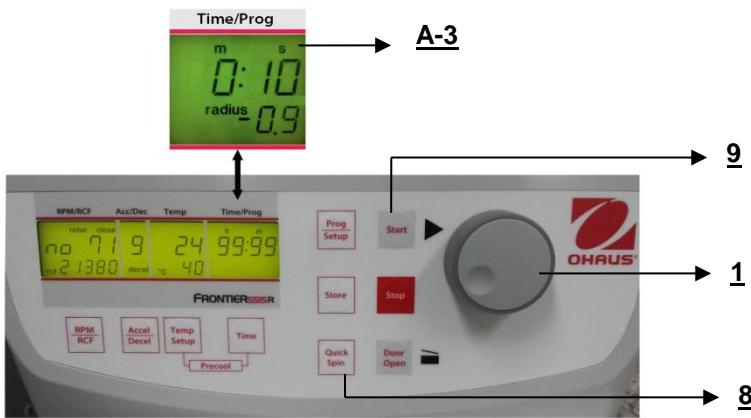

Figura 26
Puede arrancar la centrífuga ya sea con el botón "Start" (9) (vea la Figura 26) o con el botón "Quick Spin" (8). Con el botón "Start" (9), puede iniciar operaciones almacenadas u operaciones con parámetros preseleccionados manualmente.